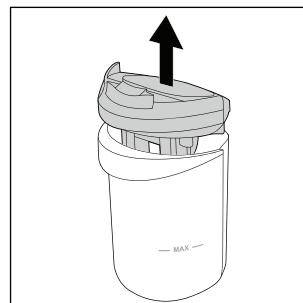

Fig. 21
- ◆ Tire de la tapa del depósito de agua sucia ⑨ hacia arriba para retirarla del depósito de agua sucia ② (consulte la fig. 21).